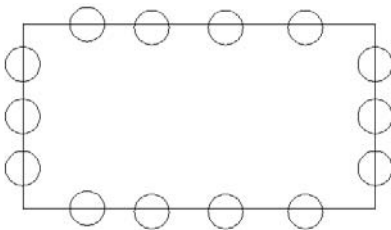

Figure 3.71
1. Essayez de reproduire schématiquement la Figure 3.71.